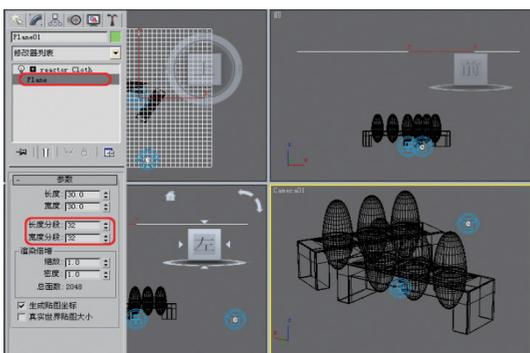

图9-49 增加长度和宽度分段
**12** 选择Plane物体，将其长度分段和宽度分段增加为32，如图9-49所示。